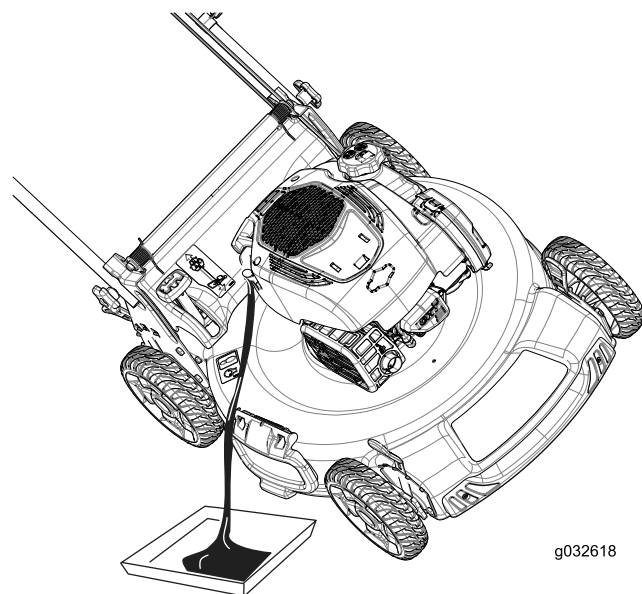

Figura 28
4. Incline o cortador para o lado (de forma a que o filtro de ar fique voltado para cima) para drenar o óleo utilizado para fora do tubo de enchimento do óleo (Figura 28).